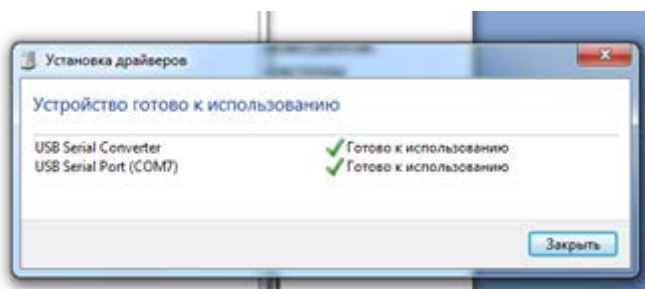

Рисунок 8 – Сообщение о готовности устройства к использованию после установки драйверов в ОС Microsoft Windows 7
Необходимо дождаться, когда драйвера установятся на ПК. По завершении установки появится сообщение об успешном завершении установки драйверов и готовности устройства к работе (рисунок 8).
- дождаться сообщения об успешном завершении установки драйверов и готовности устройства к работе (рисунок 8).